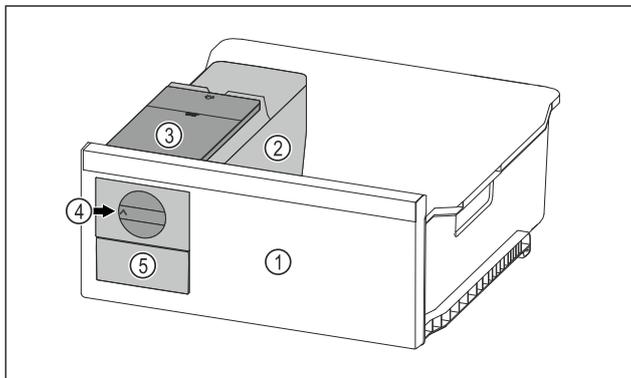

Fig. 47 Représentation à titre d'exemple
- ▶ Tourner le bouton rotatif Fig. 47 (4) dans le sens horaire jusqu'à la butée.
- ▷ Les glaçons tombent du bac à glaçons dans le tiroir à glaçons Fig. 47 (5).